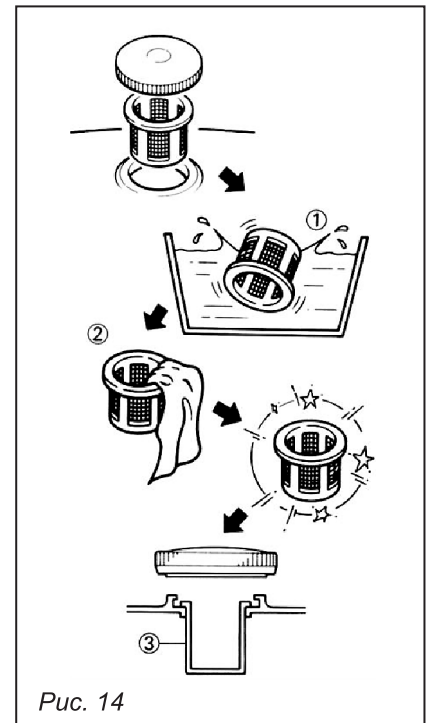

Рис. 14
9.5. Очистка фильтра бензобака (если имеется в комплектации), рис. 14
- Открутите крышку бензобака и снимите сетчатый пластмассовый фильтр (1) бензобака, расположенный под крышкой бензобака.
- Промойте фильтр(1) растворителем и установите на место (3).